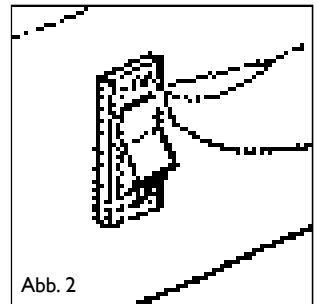

Abb. 2
- Den Schalter des Lüfters in Stellung I bringen und sich versichern, daß der Lüfter läuft. (Abb. 2)
- Zet de ventilatorschakelaar op stand I (Afb.2) en controleer of de ventilator draait.